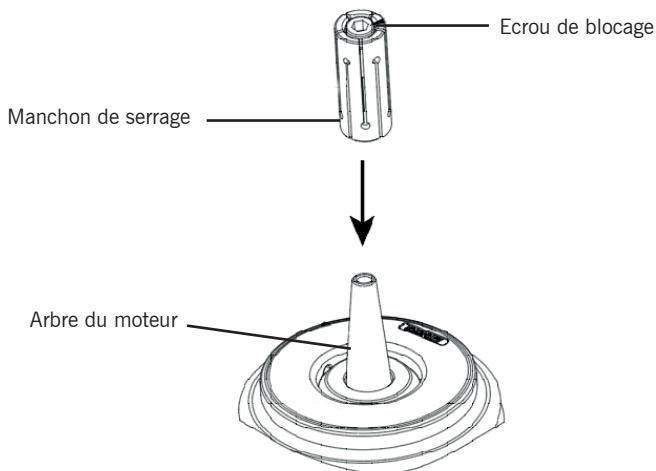

Figure 5 : Schéma d'installation du rotor angulaire
Les étapes de l'installation du rotor sont les suivantes (voir les figures 5 et 6) :
- Installez la douille de serrage sur l'arbre du moteur comme indiqué à la figure 5, et tournez-la de 5 tours dans le sens des aiguilles d'une montre à l'aide de la clé Allen (Remarque : il ne faut tourner que de 5 tours, sinon le rotor ne sera pas installé sur la douille de serrage).